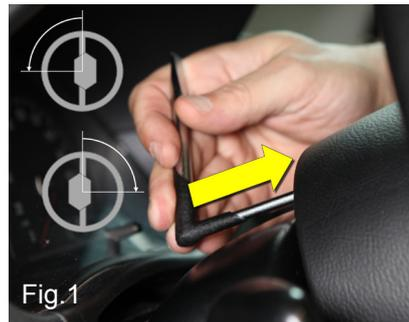

Fig.1
4. Ruotare il volante rispettivamente a sinistra e a destra per bloccare morsetti di ritegno dell'airbag come raffigurato in Fig. 1 e Fig. 2.